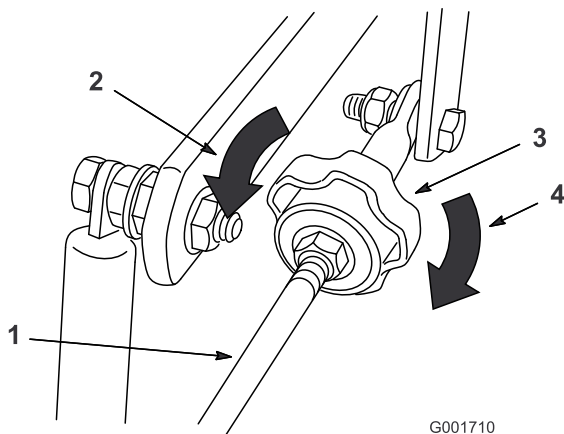

Figura 58
4. Para que la máquina vaya a la derecha, gire el pomo hacia el lado derecho de la máquina. Consulte Figura 58.
5. Para que la máquina vaya a la izquierda, gire el pomo hacia el lado izquierdo de la máquina. Consulte Figura 58.